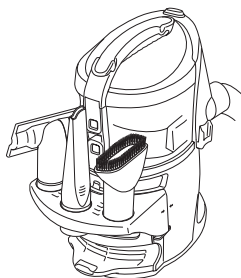

Fig. 17
- 1 Rangez la brosse d'époussetage, la brosse à tissu, le suceur plat ou la brosse motorisée sur les supports du porte-accessoires amovible. (fig. 17)